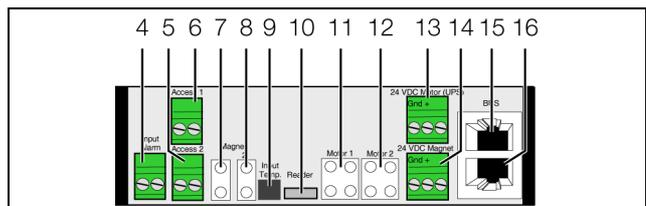

Abb. 9: Rückseite des Door Control Modules
- Schließen Sie je nach Türtyp das zugehörige Magnet Door Kit der Fronttür (Abb. 9, Pos. 7) sowie der Rücktür (Abb. 9, Pos. 8) an.
- Schließen Sie am Anschluss für die Spannungsversorgungen des Magnet Door Kit ein Netzteil (7030.060) an (Abb. 9, Pos. 14). Nutzen Sie für dieses Netzteil die gleiche Spannungsversorgung wie für die zu schützenden Komponenten (z. B. Server).
- Stecken Sie den externen Temperaturfühler hinten am Anschluss des Door Control Modules an (Abb. 9, Pos. 9) und führen Sie den Messfühler zur gewünschten Messstelle.
- Schließen Sie die Door Kit Extension für die Fronttür (Abb. 9, Pos. 11) und die Rücktür (Abb. 9, Pos. 12) an.
- Schließen Sie am Anschluss für die Spannungsversorungen der Door Kit Extension ein weiteres Netzteil (7030.060) an (Abb. 9, Pos. 14).
- Schließen Sie ggf. am Alarmeingang (Abb. 9, Pos. 4) z. B. den Meldeausgang einer Brandmeldeanlage oder einer Gebäudeleittechnik an.
- Schließen Sie ggf. einen Door Taster oder einen Door Komfortgriff mit Öffnerfunktion zum manuellen Öffnen der Fronttür (Abb. 9, Pos. 6) sowie der Rücktür (Abb. 9, Pos. 5) an.
- Schließen Sie ggf. alternativ zu einem Door Taster oder einem Door Komfortgriff mit Öffnerfunktion für eine Zugangskontrolle ein entsprechendes CMC III-Lesegerät (Zahlencodeschloss oder Transponderleser) zum manuellen Öffnen der Türen an (Abb. 9, Pos. 10).
- Verbinden Sie das Door Control Module über ein CAN-Bus-Verbindungskabel mit einer CAN-Bus-Schnittstelle der CMC III Processing Unit bzw. der benachbarten Komponente im CAN-Bus (Abb. 9, Pos. 15).